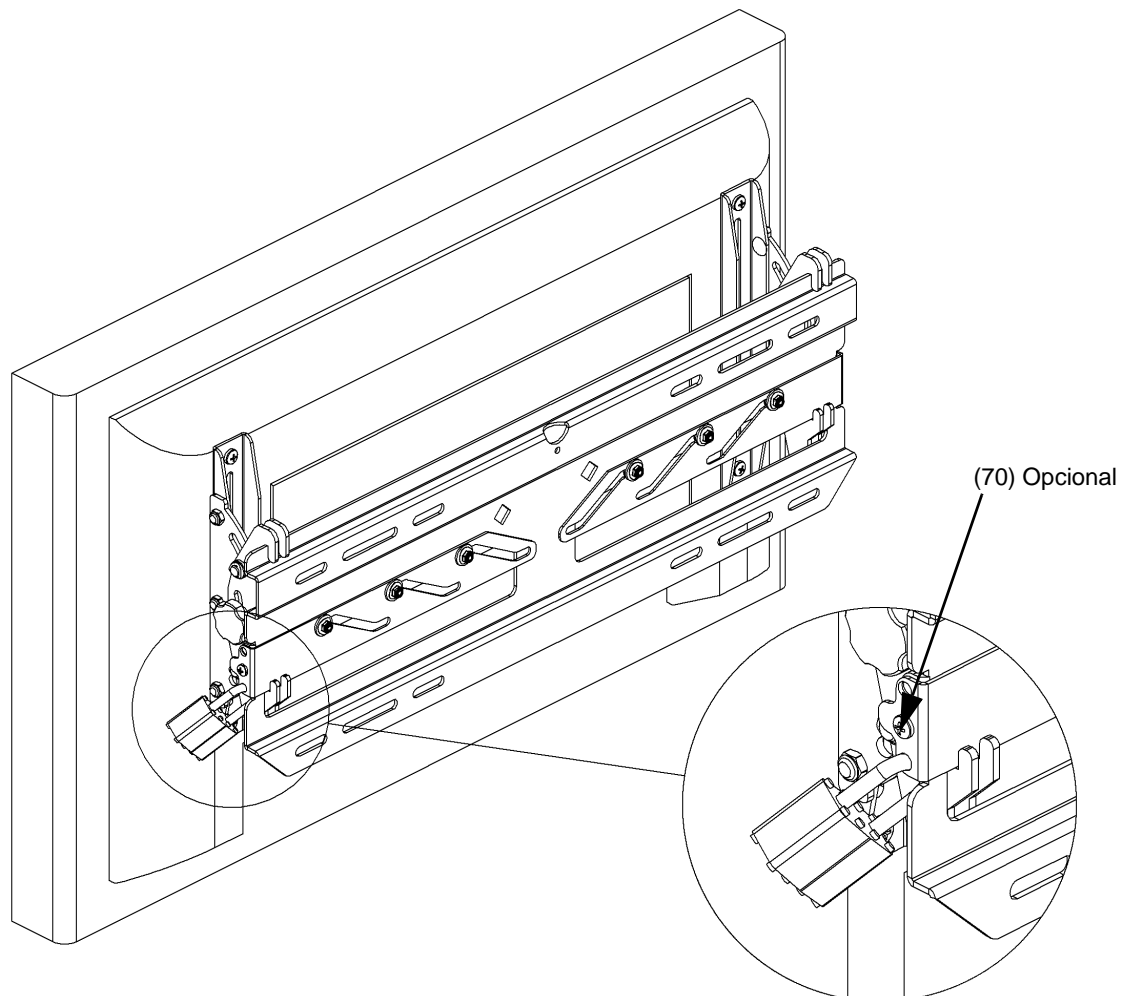

Figura 9. Instale la pantalla
1. Coloque la pantalla sobre la placa de pared (10) enganchando los ganchos de los brazos (20 y 30) en la parte superior de la placa de pared (véase la figura 9).
2. Asegure la pantalla deslizando los pestillos, uno en cada lado, hacia adentro (véase la figura 9).
3. Si se desea, instale los tornillos auto-roscantes (70) y/o candados (no suministrados) para seguridad adicional (véase la figura 9).